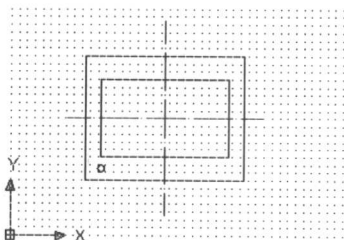
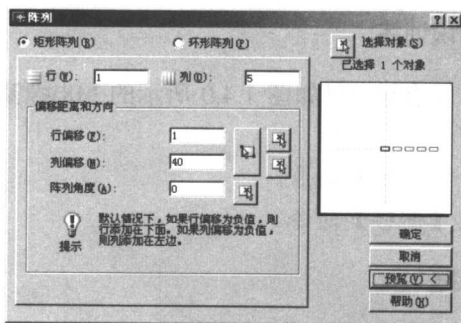
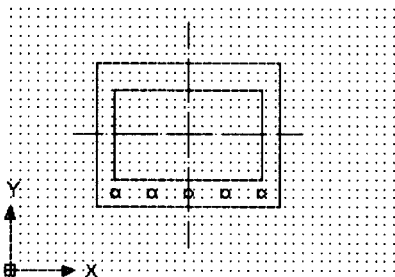

图 1.3.15 删除辅助线
图 1.3.16 【阵列】对话框
图 1.3.17 阵列复制螺栓孔
- 12** 单击【删除】按钮, 删除辅助线, 效果如图 1.3.15 所示。然后单击【修改】工具栏中的【阵列】按钮, 弹出如图 1.3.16 所示的【阵列】对话框, 设定 1 行 5 列以及列距 40 mm, 单击【确定】按钮执行阵列复制, 效果如图 1.3.17 所示。